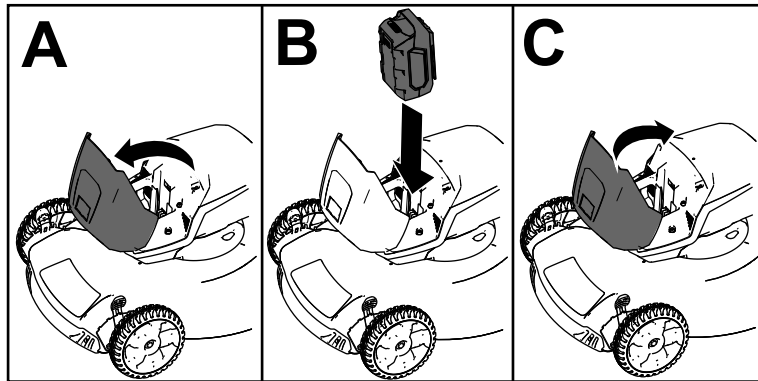

Figura 9
2. Ridicați capacul compartimentului pentru acumulator (A din Figura 9).
3. Aliniați canalul acumulatorului cu limba de pe maină și glisați acumulatorul în compartiment până când se fixează prin blocare (B din Figura 9).
4. Închideți capacul compartimentului pentru acumulator (C din Figura 9).